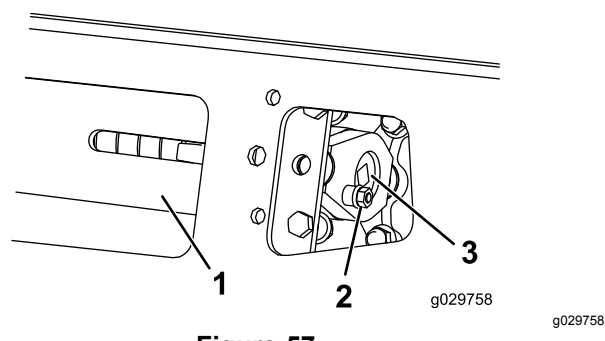
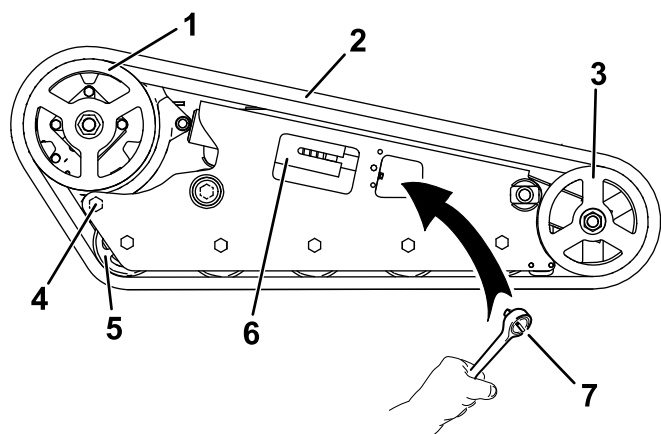

Figure 57
Figure 58
3. Enlevez le boulon et l'écrou de blocage (Figure 57).
5. Alignez l'encoche la plus proche dans la vis de tension et le trou du boulon de blocage, et fixez la vis avec le boulon et l'écrou de blocage (Figure 57).
4. Enlevez le boulon et l'écrou de blocage (Figure 57).
5. À l'aide d'un rochet de 1/2 pouce, tournez la vis de tension dans le sens horaire pour détendre la transmission (Figure 57 et Figure 58).
6. Desserrez le boulon arrière près de la roue d'entraînement (Figure 58).
8. Lorsque la chenille est déchaussée de la roue avant, retirez-la du pignon d'entraînement et des galets de roulement (Figure 58).
9. Enroulez la chenille sur la roue avant (Figure 58).
10. Poussez la chenille sous et entre les galets de roulement (Figure 58).
11. Enroulez les chenilles sur le pignon d'entraînement (Figure 58).
5. À l'aide d'un rochet de ½", tournez la vis de tension dans le sens horaire pour détendre la transmission (Figure 57 et Figure 58).